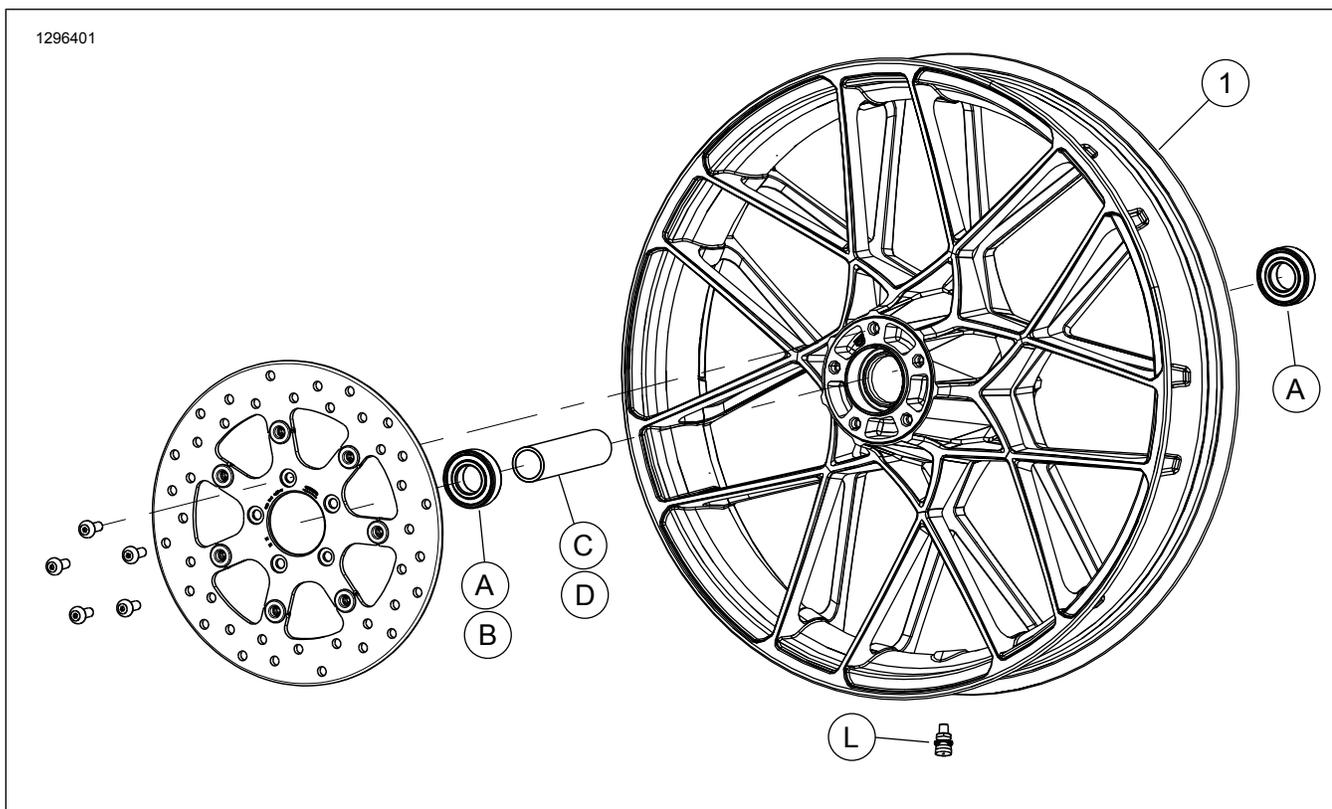

Figura 2. Piezas de servicio: Neumático delantero
Este kit incluye una rueda personalizada solamente. Vea la Figura 2 y la Tabla 2 .
2. Vea Figura 2 . Instale el ensamblaje del vástago de la válvula (izquierda) en la rueda. Vea el manual de servicio.